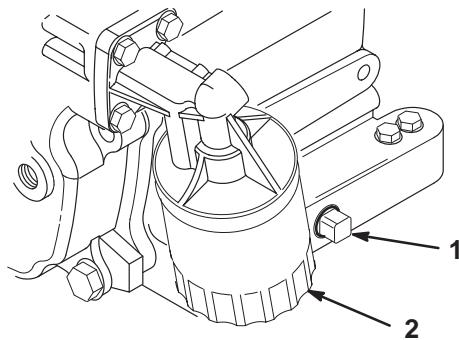

Bild 20
- Entfernen Sie die Ablässschraube (Bild 20) und lassen das Öl in ein Auffanggefäß ab. Drehen Sie, wenn das Öl vollständig abgelaufen ist, die Ablässschraube wieder auf.
- Entsorgen Sie den alten ÖLFILTER (Bild 20). Ölen Sie die neue Dichtung am ÖLFILTER leicht mit frischem Öl ein.